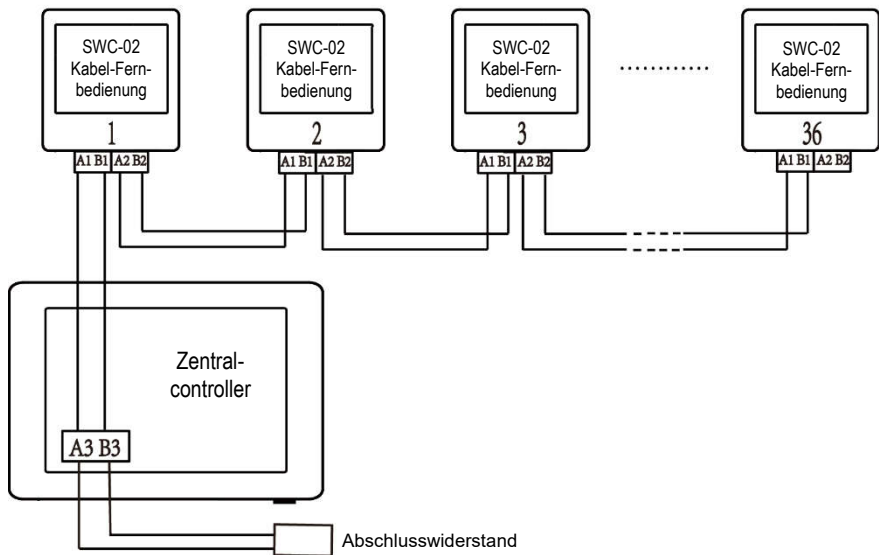

Abb. 3-8: Zentralcontroller an einer SWC-02 Kabel-Fernbedienung angeschlossen
- (1) Der Anschlussplan für das Steuerungssystem ist in Abb. 3-8 dargestellt. Das gesamte Steuerungssystem besteht aus dem Zentralcontroller, der SWC-02 Kabel-Fernbedienung und dem Kommunikationskabel. Die mit dem Zentralcontroller verbundene SWC-02 Kabel-Fernbedienung kann höchstens 36 Adressen des Kommunikationsknotens unterstützen.